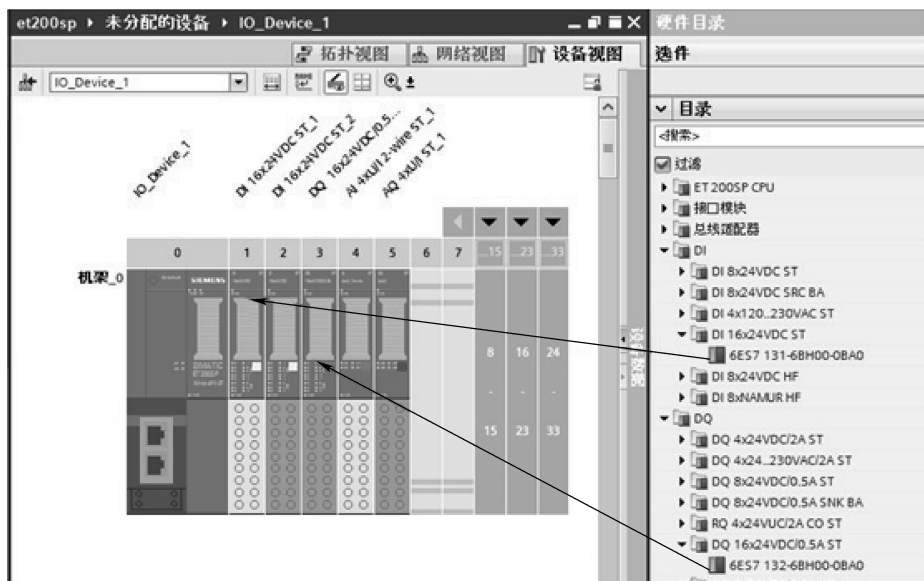

图 7-26 配置 I/O 设备的 I/O 模块
2) 选择添加的 IM 155-6 PN ST, 切换到设备视图, 在硬件目录中选择相应的 DI、DO、AI 和 AO 等 I/O 模块拖放到 I/O 设备 IM155-6 PN ST 相应的插槽中, 配置其 I/O 模块, 如图 7-26 所示。